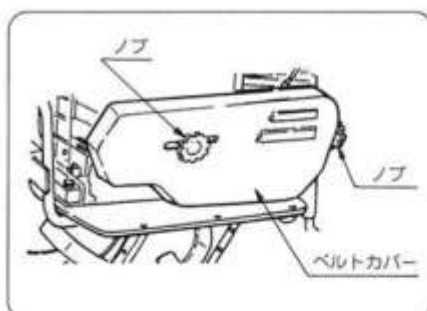

図33
- ベルトカバーのノブを緩め、ベルトカバーを取外します。(図33)
- ベルトカバーを取付けてノブを確実に締付けてください。(図33)